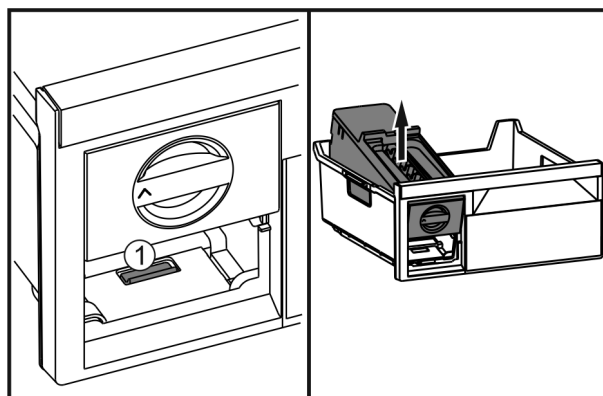

Fig. 55
- ▶ Stlačte sponu Fig. 55 (1), nadvihnite zariadenie EasyTwist-Ice zo zadu a vyberte ho zo zásuvky na zmrazovanie.